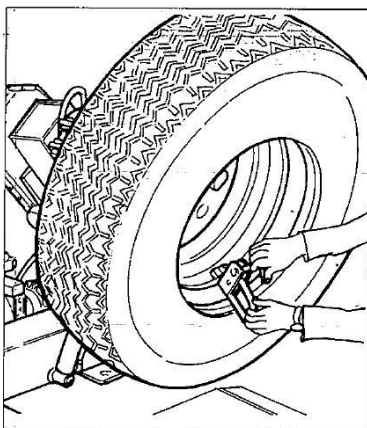

Fig.7.9
7) Fjern clipsen og sæt den på ud for den anden vulst (klokken 06:00). (Se Fig.7.9).
- 10) Fastgør clipsen i bunden (klokken 06:00) ud for den anden vulst (Se Fig.7.9).